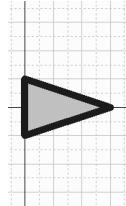

图 13-8 放置三角形
- (1) 执行菜单命令“工具-新器件”, 创建一个新的元件, 命名为“发光二极管”。
- (2) 执行菜单命令“放置-多边形”, 激活放置多边形命令, 放置一个三角形, 如图 13-8 所示。